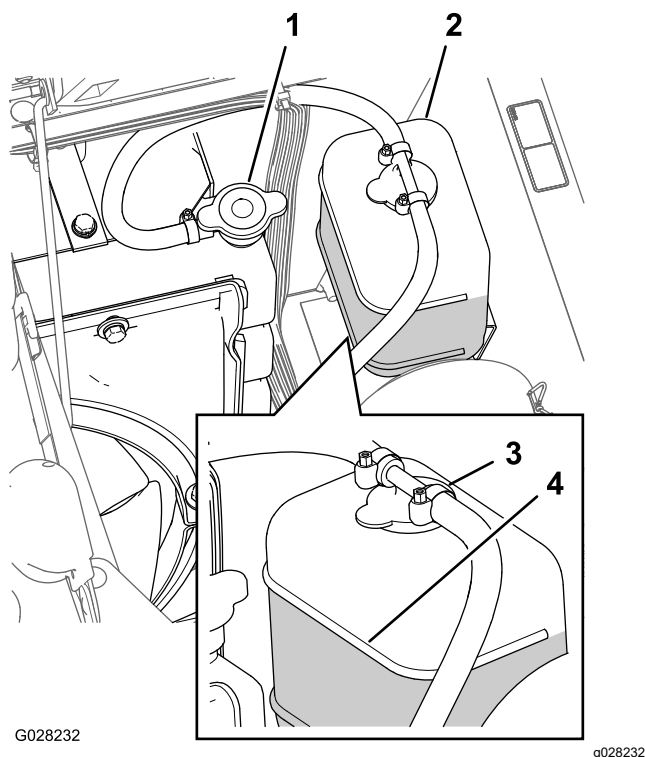

Figure 93
3. Retirez le bouchon du radiateur et le bouchon du vase d'expansion avec précaution (Figure 93).
Remarque: Le radiateur doit être rempli jusqu'en haut du goulot de remplissage et le vase d'expansion jusqu'au repère maximum (Figure 93).
5. Si le niveau de liquide de refroidissement est trop bas, enlevez le bouchon du vase d'expansion et le bouchon du radiateur. Remplissez le vase d'expansion jusqu'au repère maximum, et le radiateur jusqu'en haut du goulot de remplissage (Figure 93).
6. Remettez en place les bouchons du radiateur et du vase d'expansion (Figure 93).
2. Laissez refroidir le moteur puis retirez le bouchon du radiateur (Figure 93).
6. Retirez le bouchon de radiateur (Figure 93).
8. Démarrez le moteur en ayant serré légèrement le bouchon sur le radiateur (Figure 93).
10. Une fois le liquide de refroidissement chaud, faites l'appoint jusqu'à la surface d'étanchéité du bouchon et serrez ce dernier (Figure 93).
11. Ouvrez le bouchon du vase d'expansion et versez du liquide de refroidissement jusqu'au niveau à froid (Figure 93).